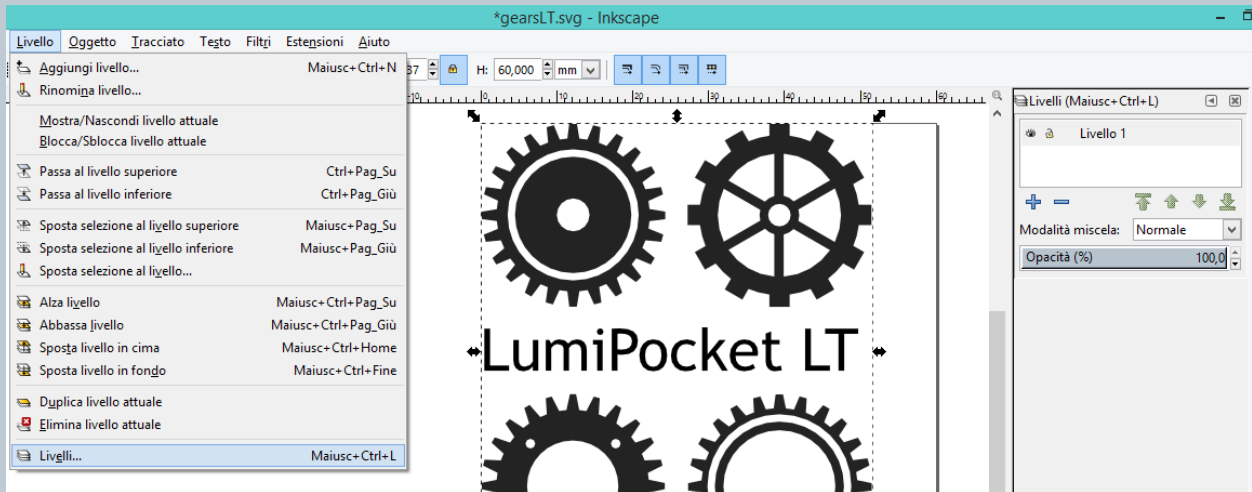

Fig. 49
- Accertarsi che esista un livello di lavoro selezionando dal menu a tendina "Livello" -> "Livelli". Se non fosse presente, aggiungerlo selezionando "+". Vedi Fig.49.